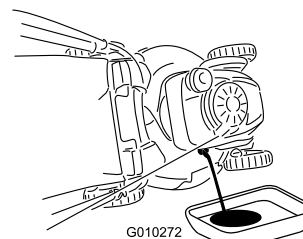

Figura 27
5. Collocate una bacinella di spurgo vicino al lato **destro** del tosaerba (Figura 27).